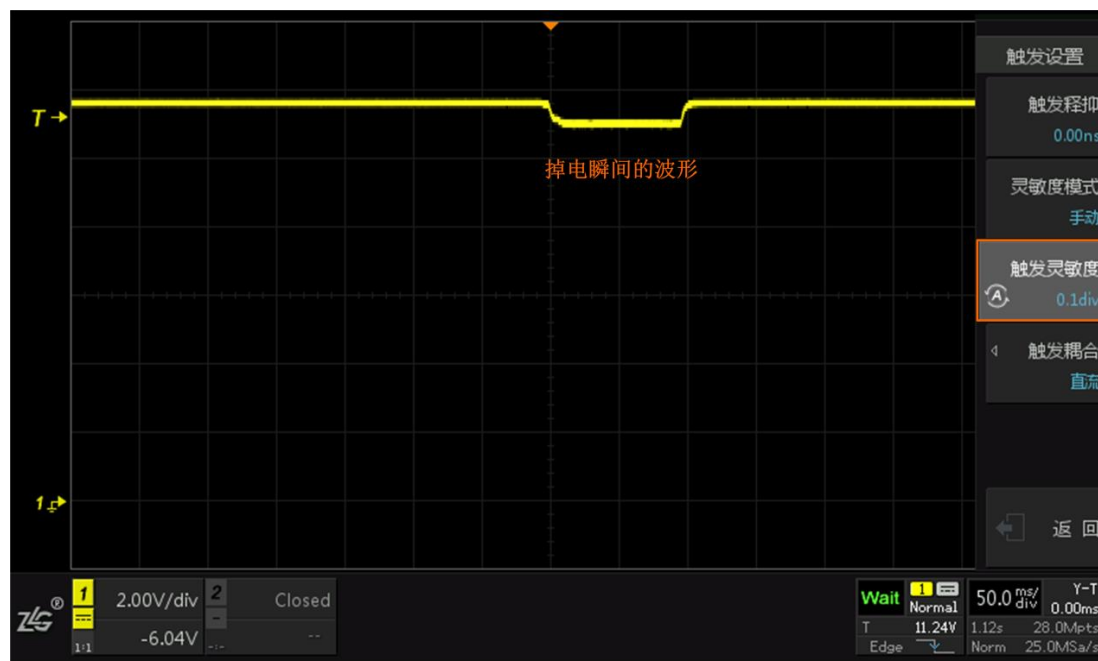

图 10.19 掉电波形稳定捕获
- 最后给电源进行掉电重启操作，在单次捕获【Single】的条件下，可看到掉电瞬间波形完美捕获，如图 10.19 所示。